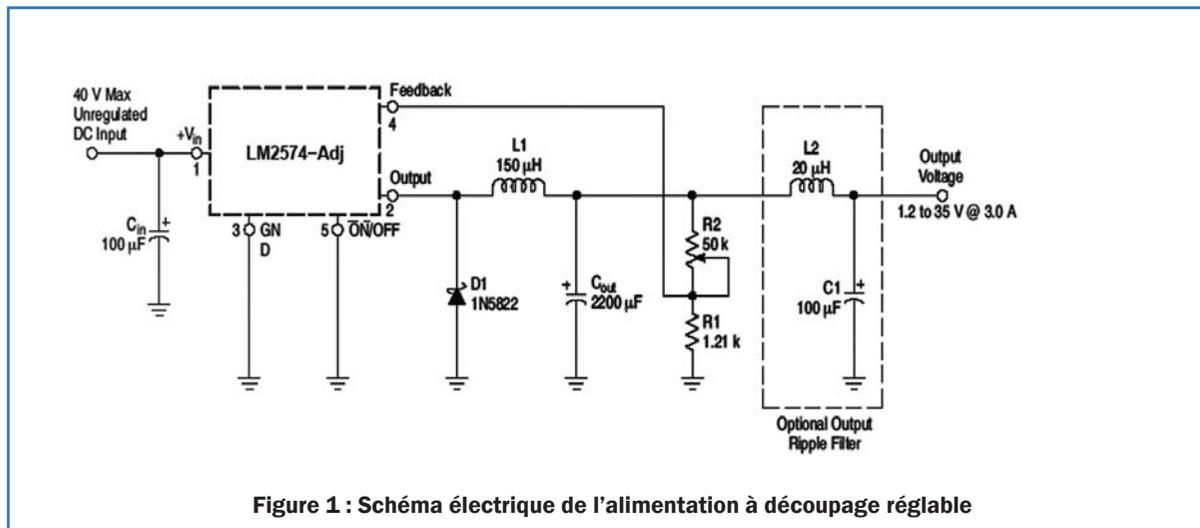

Figure 1 : Schéma électrique de l'alimentation à découpage réglable
J'ai alors « feuilleté » les « datasheets » que vous proposiez dans la rubrique Sur l'Internet et j'ai trouvé le circuit intégré spécialisé National Semiconductor LM2576-Adj (pour en savoir plus sur ce composant voir le site [www.national.com](http://www.national.com)). Ce circuit intégré peut fournir en sortie une tension réglable de 1,23 V à 37 V (57 V pour la version HV, mais la version standard me suffisait) et il est en mesure de débiter un courant maximal de 3 A. Tout cela avec un nombre de composants extérieurs très réduit (voir figure 1, le schéma électrique et la liste des composants). Si l'on en croit National, à l'intérieur du ci se trouve un oscillateur fixe à 52 kHz (compensé en fréquence) pilotant, à travers un comparateur, le transistor monté en série dans la sortie. La technique PWM permet de
**Note de la rédaction :** notre lecteur donne, figure 1, le schéma d'application de National, mais il oublie de préciser que les deux extrémités du secondaire de son transformateur doivent être reliées à l'aide de fast-on femelles à un pont redresseur d'au moins 100 V 5 A (entrées courant alternatif, pas de polarité à respecter) dont les sorties + et - iront (sans inverser la polarité cette fois) au point DCinput et à la masse. Le pont redresseur sera fixé par un boulon central 4 ou 5MA à un dissipateur ou du moins à une paroi métallique du boîtier de l'appareil accueillant cette alimentation. Si vous disposez d'un transformateur à deux enroulements secondaires de 28 V chacun, vous devez les relier en parallèle en respectant la phase et le neutre (point chaud et point froid) : relier la phase de l'un à la phase de l'autre et le neutre de l'un au neutre de l'autre. En principe les phases sont toutes deux du même côté, soit à droite soit à gauche et bien sûr il en va de même pour les neutres). Si les secondaires font 14 V chacun, vous